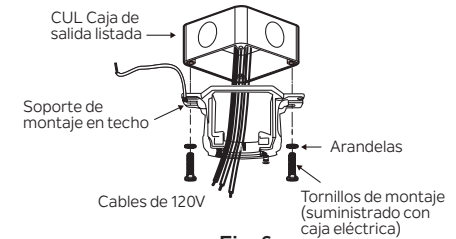

Fig. 6
**Paso 3.** Pase los cables de alimentación de 120 voltios desde la caja de salida del techo a través del centro del soporte de montaje del techo. (Fig.6)
**Paso 4.** Fije el soporte de montaje del techo a la caja de salida utilizando los tornillos y arandelas incluidos con la caja de salida. (Fig. 6)